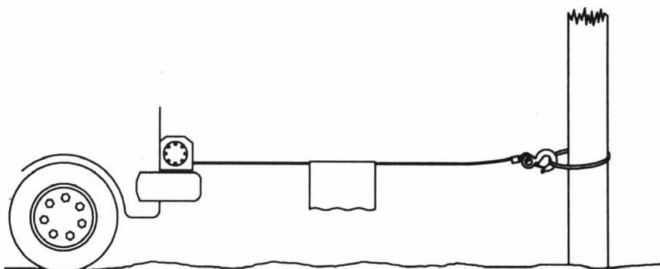

Bild 14
2. När du drar en last, placera en filt, jacka eller presenning över vajern nära krokänden (se Fig. 14). Detta kommer att bromsa tillbaka snäppet av en trasig vajer och hjälpa till att förhindra allvarliga skador. Höj huven för att skydda vindrutan.